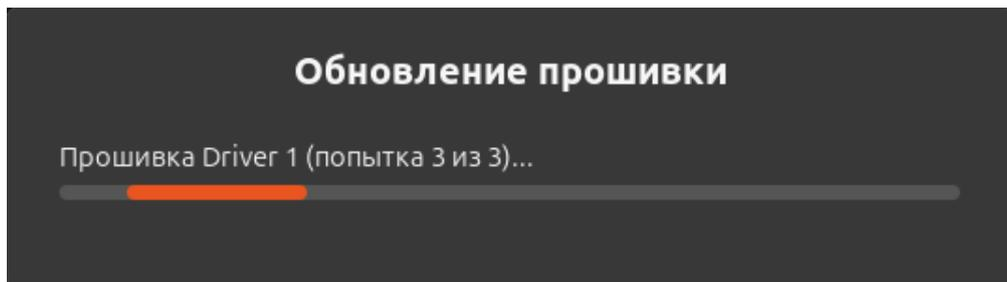

Рисунок II-38 – Уведомление об обновлении
- 6) После восстановления устройства обновление прошивки запустится автоматически (см. Рисунок II-38).